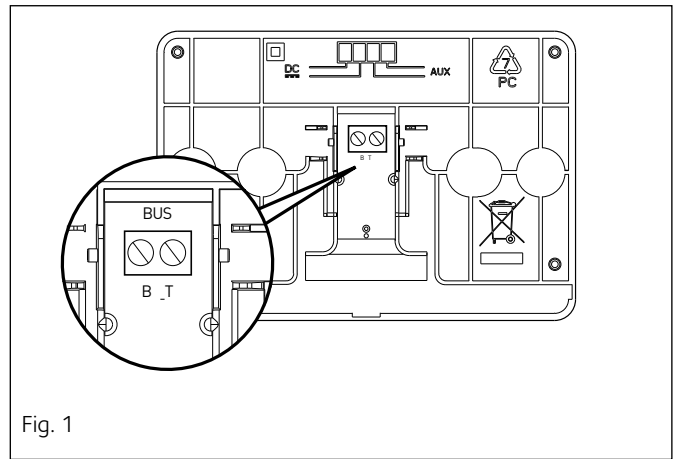

Fig. 1
- conectați perechea de cabluri la conector (Fig. 1);